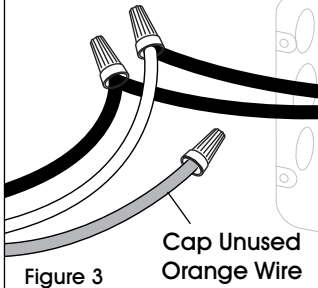

Figure 3
4. Branchez l'appareil dans une source d'alimentation CA sans interrupteur. (Voir Figures 3 et 4)